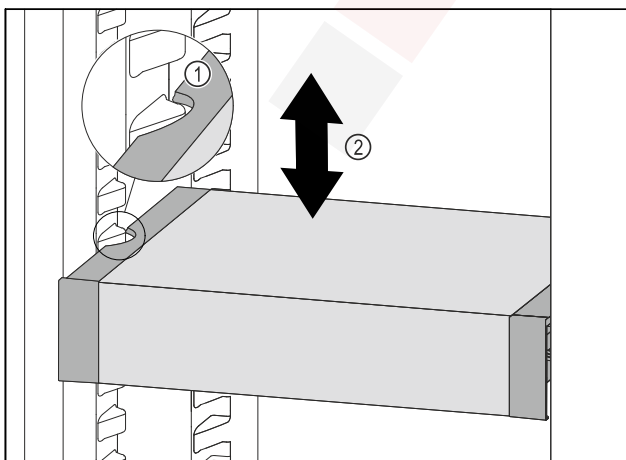

Fig. 73
- ▶ Húzza előrefelé a VarioSafe fiókot annyira, hogy a VarioSafe oldalsó kivágásai a hűtőrészben a tartóborda magasságában legyenek. Fig. 73 (1)
- ▶ A hűtőrészben a VarioSafe fiókot mozgassa felfelé vagy lefelé a kívánt magasság eléréséig. Fig. 73 (2)